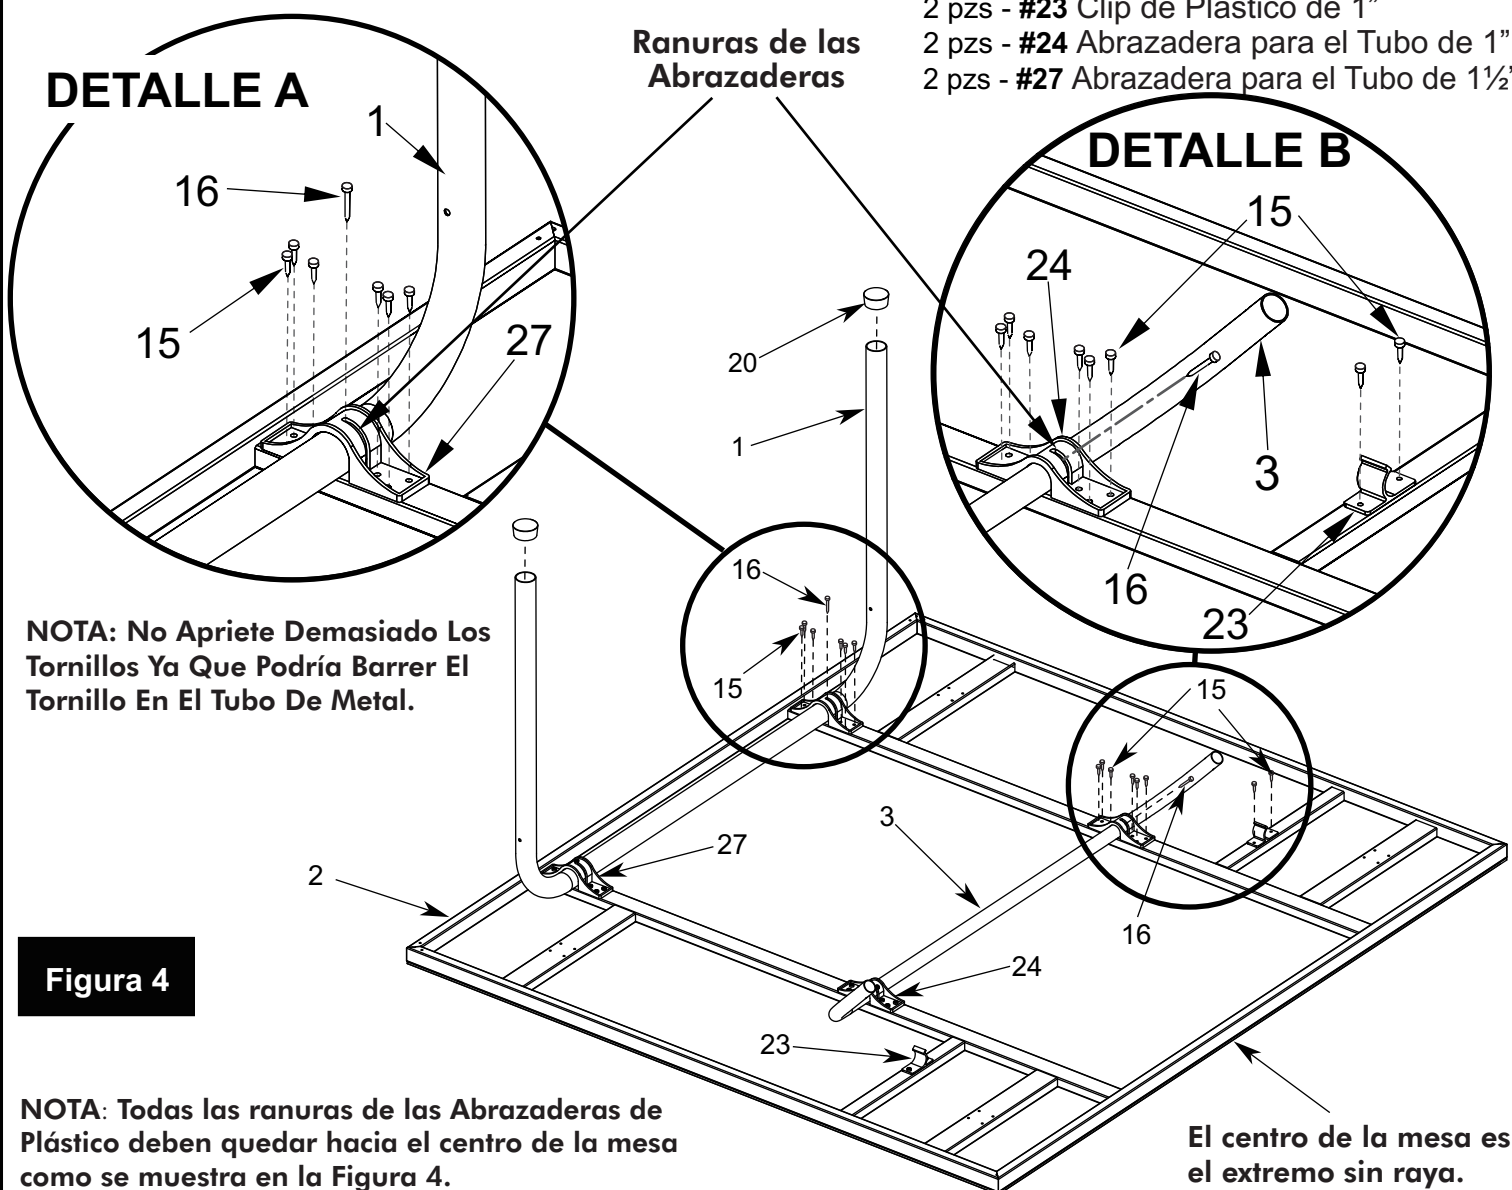

Figura 4
4. A) Instale los dos Clips de Plástico de 1" (#23) en la parte de abajo del tablero de aluminio utilizando cuatro tornillos (#15) como se muestra en la **FIGURA 4** y en el **DETALLE B**.
- B) Instale la pata en "U" (#1) con dos Abrazaderas de Plástico para el tubo de 1-1/2" (#27) como se muestra en la **FIGURA 4** y el **DETALLE A**. Instale con doce tornillos (#15). **PRECAUCIÓN: Las ranuras de las Abrazaderas de Plástico (#27) deben quedar hacia el centro de la mesa exactamente como se muestra ó la mesa no funcionará correctamente.**